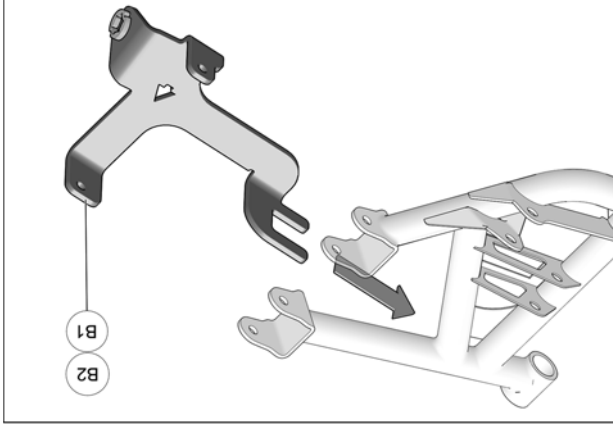

Fig. 4
5. Placer la partie arrière de l'ancrage (B1-B2) en forme de C au bras de suspension inférieur. Fig. 4